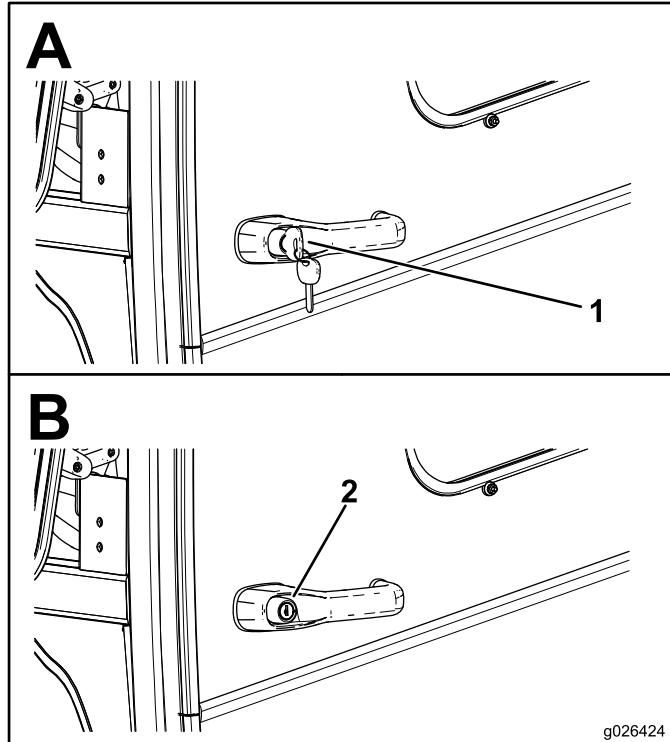

Figure 10
- Insérez la clé dans la fente de la poignée si la porte est verrouillée, et tournez la clé à la position d'ouverture (Figure 10).
- Appuyez sur le bouton de la poignée et ouvrez la porte (Figure 10).